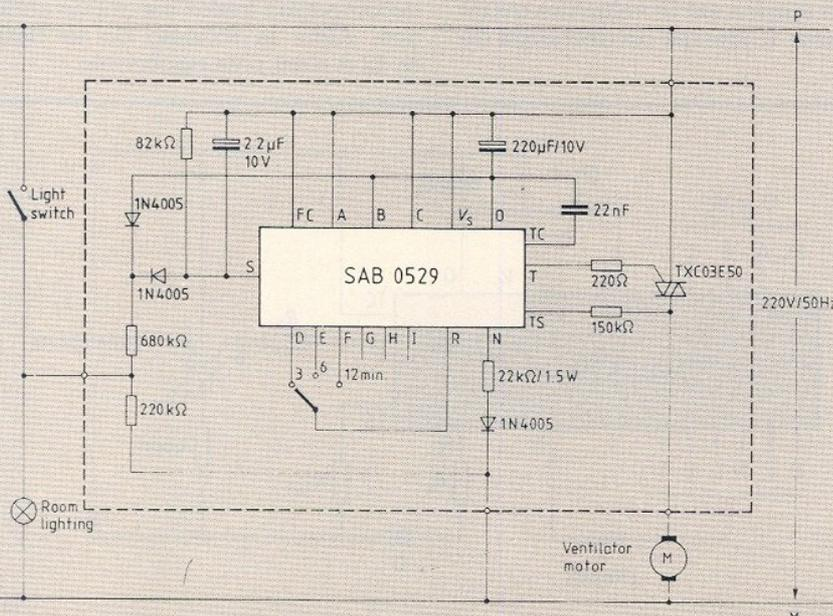

Figure 14
- Sur la figure 14 est présenté un dispositif d'hygiène toujours synchronisé par courant. Ici on place FU (pin 4) sur + Us pour une mise en route sans temporisation, celle-ci ne démarrant que lorsque la lumière s'éteint. Le moteur démarre quand on allume, continue à l'extinction et ne s'arrête qu'après la temporisation prévue.